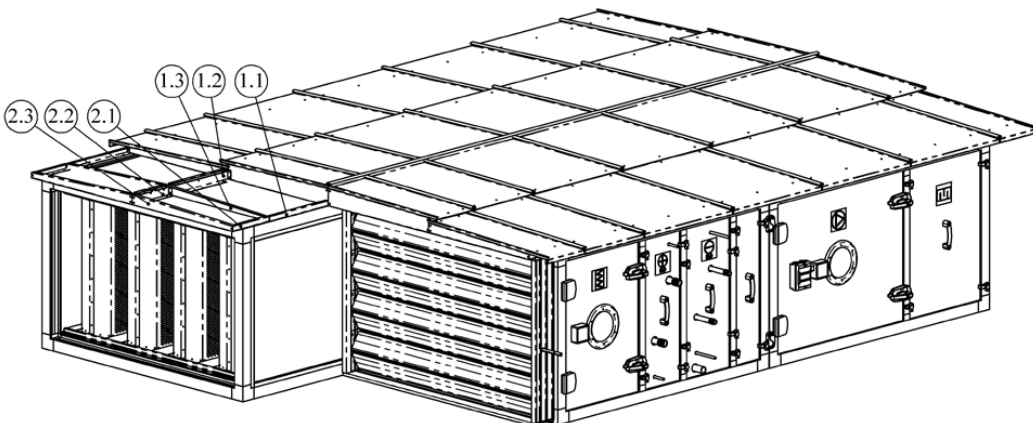

Abbildung 7.6
7. Nach der Montage der nebeneinander liegenden Dachsegmente befestigen Sie den Dachhalter wie in den Abschnitten 5.1, 5.2 und 5.3 erläutert. (Abbildung 7.6)